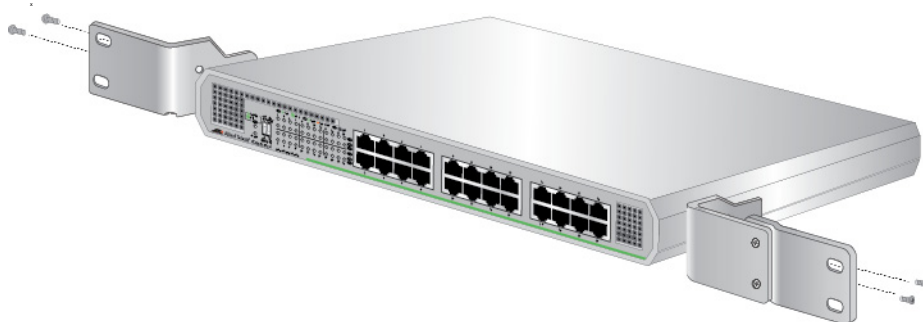

Рисунок 33. Крепление кронштейнов к коммутатору
- Прикрепите кронштейны по бокам коммутатора при помощи винтов М3х6мм и крестовой отвертки. См. рис. 33.